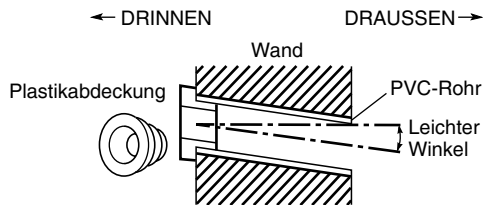

Abb. 3-18
- (6) Die Kunststoffabdeckung über das Rohrende schieben (nur für Innenseite) und in die Wand einsetzen. (Abb. 3-18)